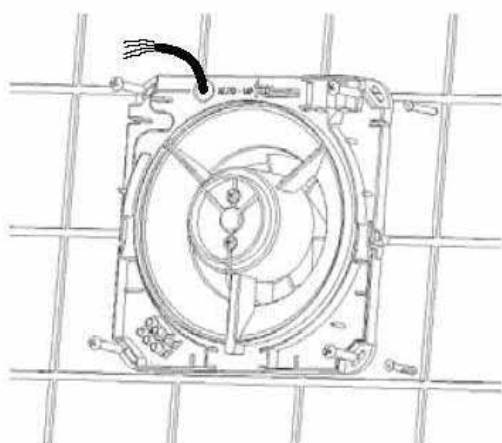

Рис. 10
3. Закрепите держатель двигателя в соответствии с отверстием с помощью винтов и прокладок (рис. 10).